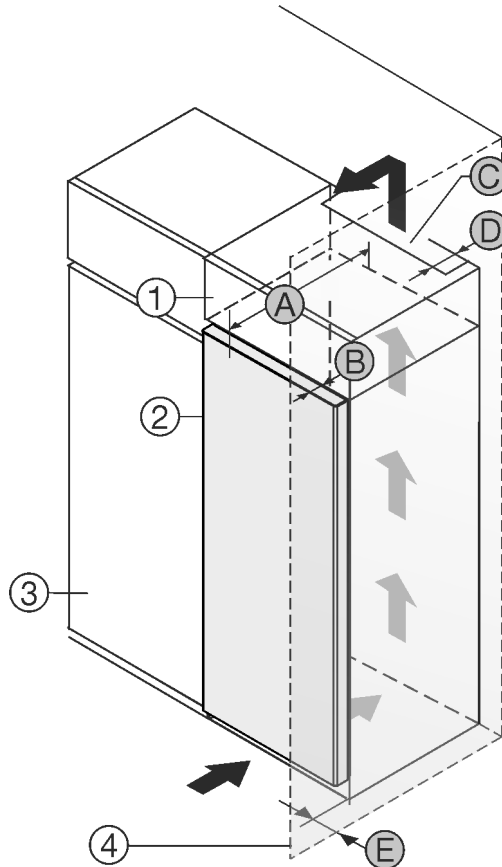

Fig. 1
Voit pystyttää laitteen suoraan jääkaapin Fig. 1 (3) viereen.*
Lisäkaapin takana on oltava lisäkaapin levyinen poistoilma-kuilu, jonka syvyys on Fig. 1 (D).*
Katon alapuolelle on jäätävä ilmanvaihdon poikkipinta-alaa Fig. 1 (C) vastaava tila.*
Jos asennat laitteen oven saranapuolen seinän Fig. 1 (4) viereen, laitteen ja seinän väliin on jätettävä vähintään 13 mm väli.*
Jos asennat laitteen oven saranapuolen seinän Fig. 1 (4) viereen, laitteen ja seinän väliin on jätettävä vähintään 20 mm väli.*
Jotta voit avata ovet kokonaan, laitteen on oltava oven syvyyden Fig. 1 (B) verran ulospäin keittiökaappien etureunasta. Keittiökaappien Fig. 1 (3) syvyyden ja välikkeiden käytön mukaisesti laite voi olla ulompänä.*